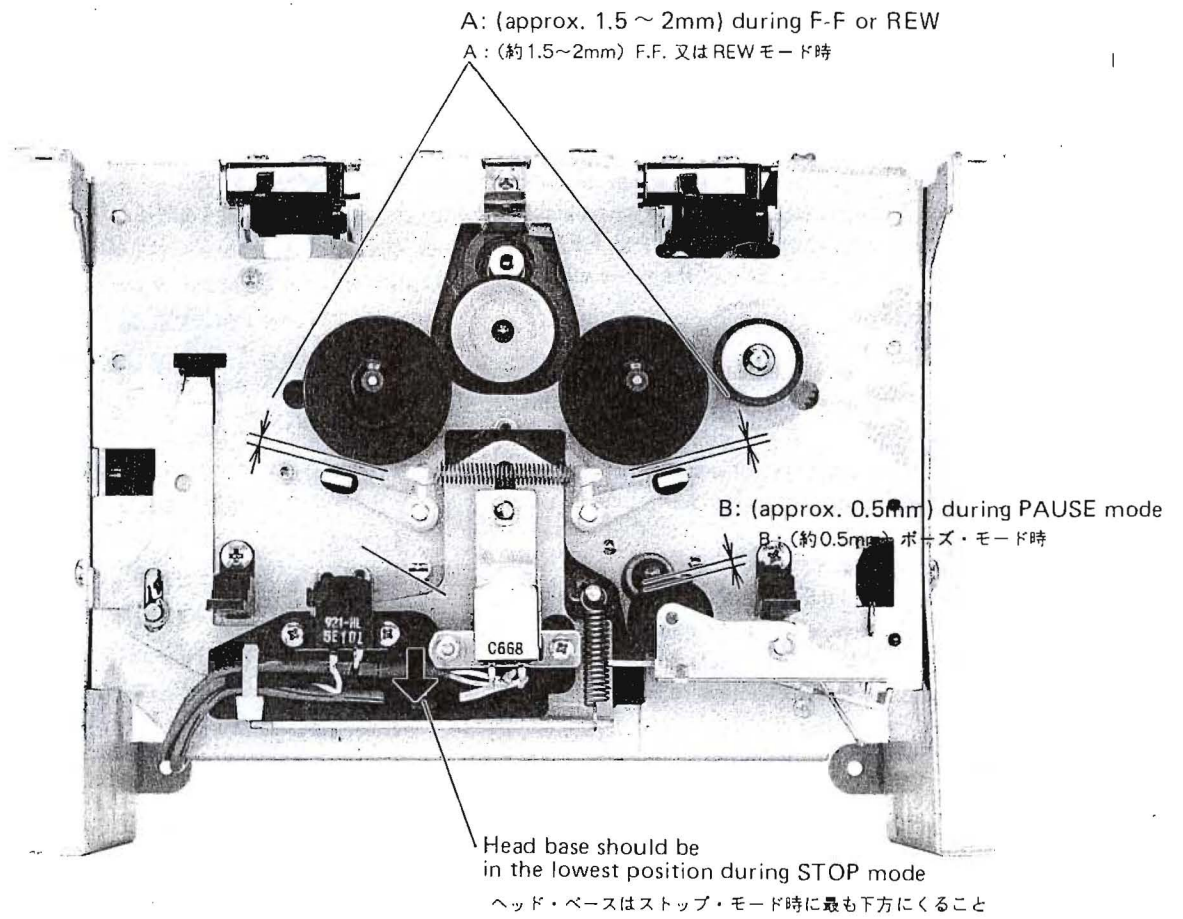

Fig. 5-2
- A clearance between brake drum and brake pad ("A" in Fig. 5-2) of approx. 1.5 to 2 mm.
- Set the deck to PAUSE mode and observe the clearance between the pinch roller and capstan shaft ("B" in Fig. 5-2). It should be approx. 0.5 mm.
- ブレーキ・ドラムとブレーキ・パッドのすき間 (図 5-2 の A) が約 1.5mm~2mm であること。
- ポーズ・モードの時にピンチ・ローラとキャプスタン・シャフトの間隔 (図 5-2 の B) が約 0.5mm であるか確認する。